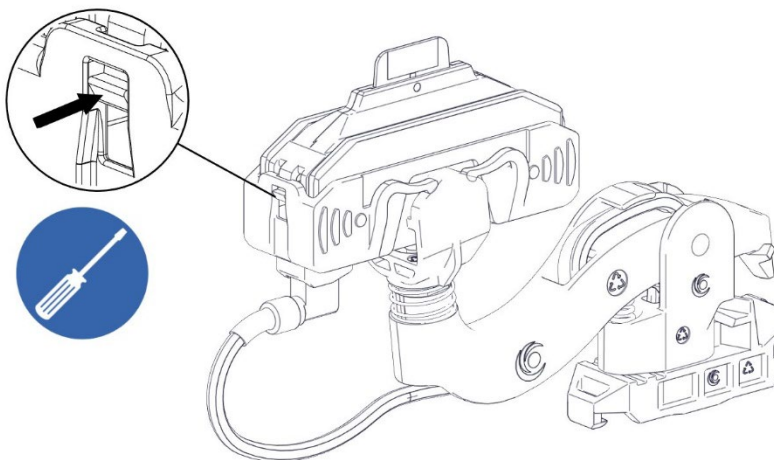

Abb. 150: Nase im Abnehmergehäuse mit einem Schlitzschraubendreher vorsichtig nach innen drücken
- Mit einem Schlitzschraubendreher $\leq 3,0$ eine Nase des Abnehmergehäuses vorsichtig nach innen drücken, um das Platinengehäuse demontieren zu können (siehe Abb. 150).